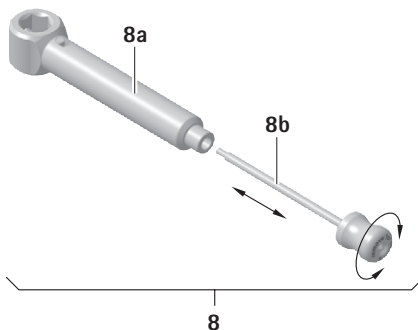

Abb. 2
- Reinigungsstange **8b** in Gegenhalter **8a** einschrauben, siehe Abb. 2.